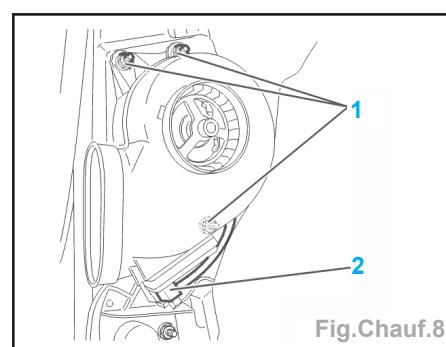

Fig.Chauf.8
- Déposer (Fig.Chauf.8) :
- les écrous (1).